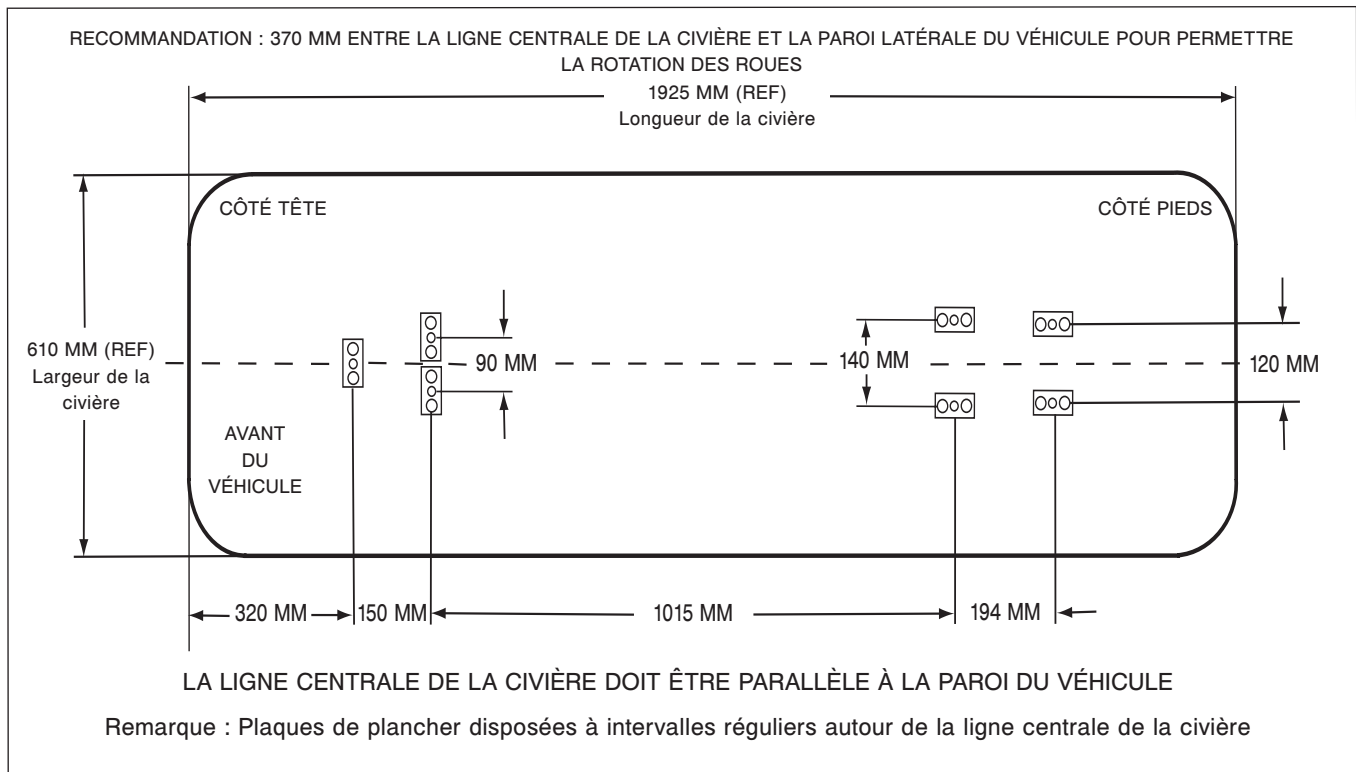

Figure 1 – Emplacements d'installation de la plaque de plancher
2. Utiliser les dimensions indiquées à la Figure 1 pour localiser et forer les points de fixation des plaques de plancher.